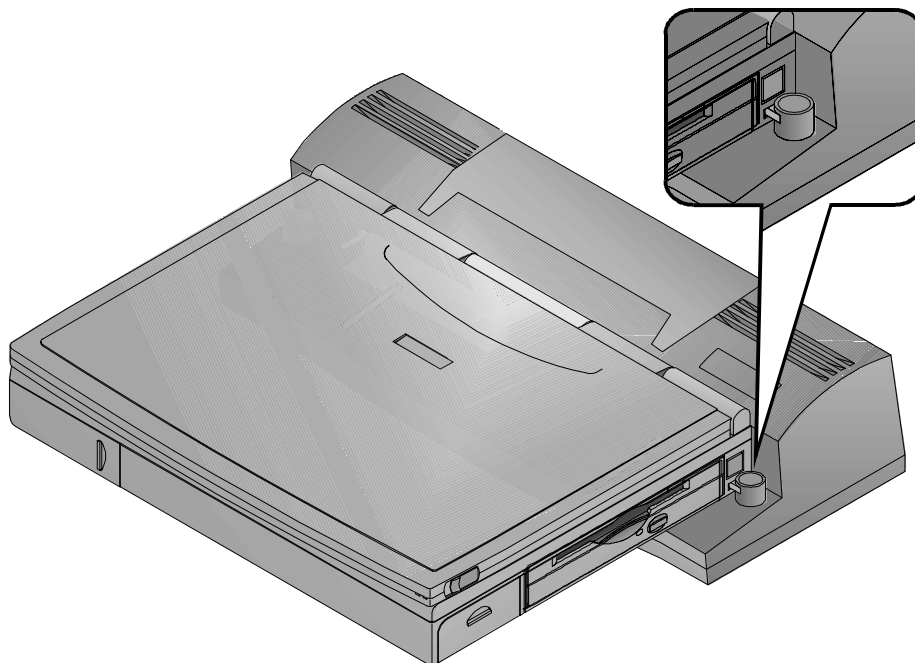

Figura 6-14: Fissaggio del notebook al replicatore di porta
3. Far scorrere delicatamente il notebook lungo le guide del Minidock fino a bloccarlo tra le due linguette di ancoraggio (figura 6-14). Non forzare la connessione. Se si forza la connessione si rischia di danneggiare gravemente la porta o il connettore, oppure anche entrambi. Se la connessione non avviene normalmente, allineare di nuovo il notebook e riprovare.